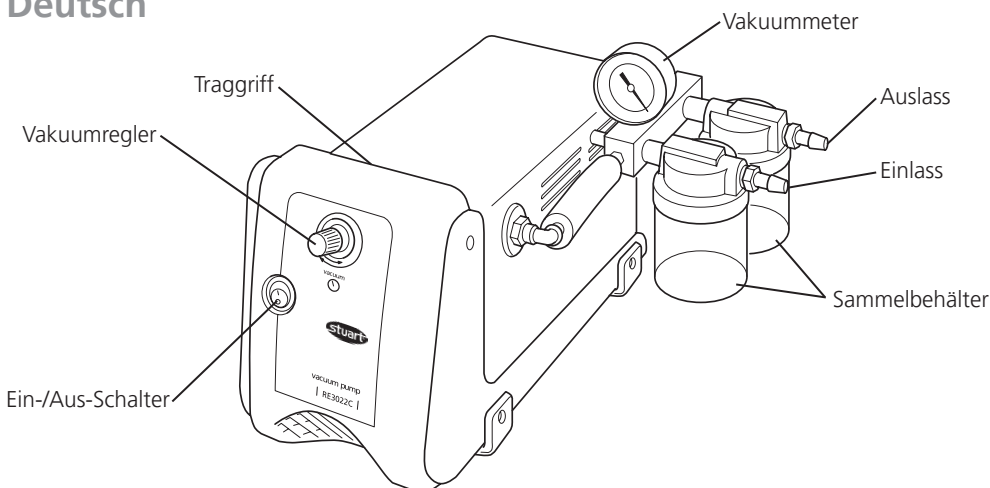

Abbildung 1
- ❖ Das Gerät nur mit dem Tragegriff auf der Oberseite transportieren (siehe Abb. 1).
Siehe Abbildung 1
- 3 Kontrollieren, ob die Sammelbehälter leer und in gutem Zustand sind (siehe Abb. 1).
- 6 Den Vakuumregler (siehe Abb. 1) durch Drehen im Gegenuhrzeigersinn bis zum Anschlag öffnen.
8. Den Vakuumregler langsam schließen, bis der gewünschte Unterdruck auf dem Messgerät angezeigt wird (siehe Abb. 1).
Zum Schutz des Anwenders und der Pumpe wurden mehrere Sicherheitsfunktionen implementiert (siehe Abbildung 1).